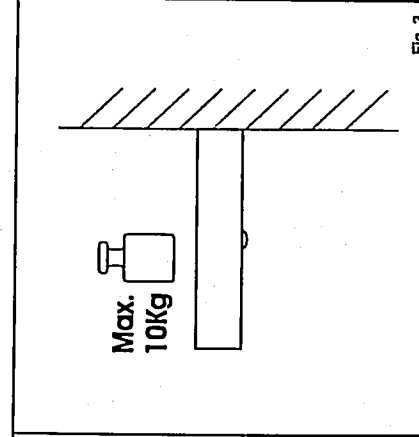

Fig. 3
- Inserire i tasselli (2) nei fori praticati nella parete.
- Appoggiare la lampada alla parete e fissarla usufruendo delle apposite rondelle (3) e viti (4) fornite in confezione.
- Appoggiare il vetro (1) nell'apposito vano della lampada rivolgendolo verso l'esterno.
- Collegare il cavo (5) della lampada alla rete di alimentazione 220-240V usando dispositivi di connessione certificati in conformità alla norma EN 60998 (morsetti a vite 230V/2x1.5mm² certificati).
- Portata massima consigliata 10Kg (fig. 3).
- Die Dübel (2) in die Löcher in der Wand stecken.
- Die Lampe an die Wand halten und mit den beiliegenden Schrauben (4) befestigen. Dabei die Unterlegscheiben (3) verwenden.
- Den Lampenschirm (1) so in seinen Sitz an der Lampe einsetzen, dass die glänzende Seite nach außen zeigt.
- Das Stromkabel (5) der Lampe an das Stromnetz 220-240V anschließen und dazu nur zertifizierte Anschlussvorrichtungen nach Norm EN 60998 benutzen (zertifizierte Schraubklemmen 230 V/2x1.5mm²).
- Empfohlene Belastbarkeit max. 10 Kg (Abb. 3).
- Introduzca los tornillos de expansión (2) en los agujeros hechos en la pared.
- Apoye la lámpara en la pared y fíjela utilizando las arandelas (3) y los tornillos (4) específicos incluidos en el paquete.
- Conecte el cable (5) de la lámpara a la red de alimentación 220-240V usando dispositivos de conexión certificados en conformidad a la norma EN 60998 (fichas a tornillo 230V/2x1.5mm² certificados).
- Llévada máxima aconsejada 10Kg (fig. 3).